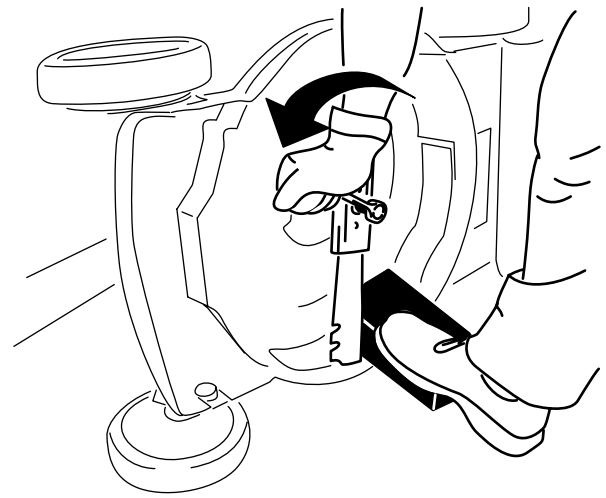

Figura 20
2. Utilice un bloque de madera para inmovilizar la cuchilla (Figura 20).
3. Retire el perno de la cuchilla y la cuchilla; guarde el perno de la cuchilla (Figura 20).